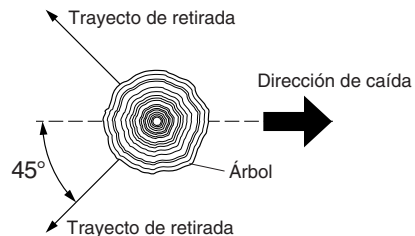

Figura 11 - Trayecto de retirada de un árbol
3. Planee y despeje un trayecto de retirada para el momento de la caída. Éste debe ser en sentido contrario al de la caída del árbol y a un ángulo de 45° (vea la Figura 11).